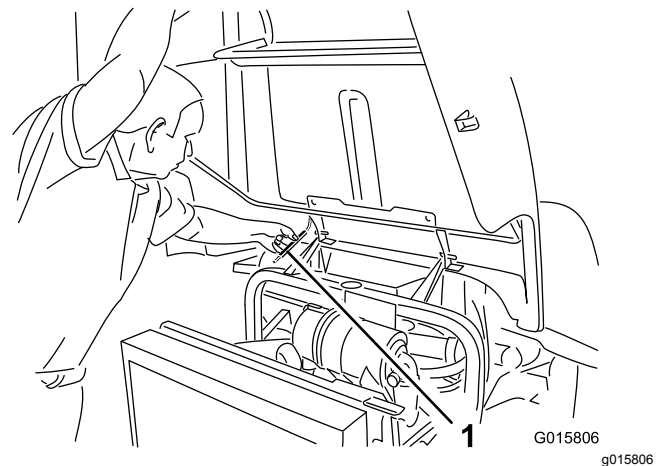

Figura 27
2. Levante el capó hasta que pueda colocar la varilla de sujeción detrás del tubo del bastidor (Figura 27).